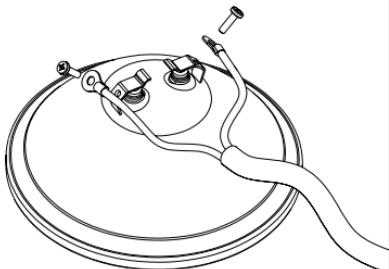

Fig. 4
4. Desaperte os dois parafusos destinados à ligação eléctrica da lâmpada incandescente PAR 56 (Fig. 4).